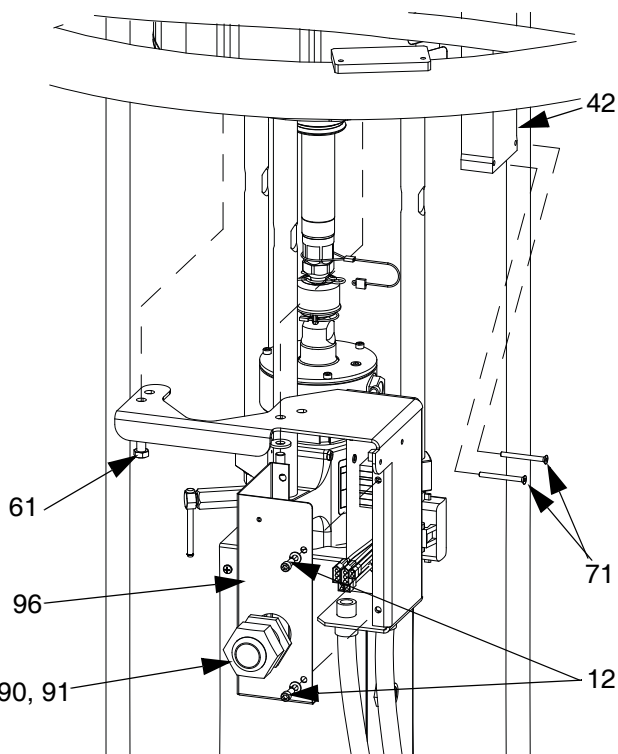

FIG. 35: Retiro de la caja de conexiones D200 y D200s
Para el plato de 208 l (55 gal.) (sistemas de suministro D200 y D200s): Retire la caja de conexiones de la varilla del plato. Vuelva a instalar la caja de conexiones al motor neumático usando dos tornillos (61). Vea la FIG. 35.